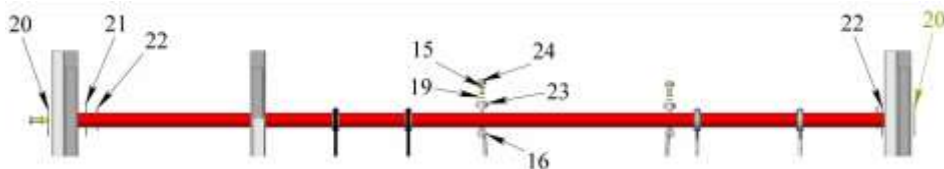

Рис.2
6.4.2. На поперечину поз.4 установить катушки поз.9 (Рис.2).
6.4.3. В отверстия на поперечине поз.4 вставить шплинты поз.22 и отогнуть выступившие усики шплинтов. Вставить шайбы поз.21 до соприкосновения со шплинтами (Рис.2).